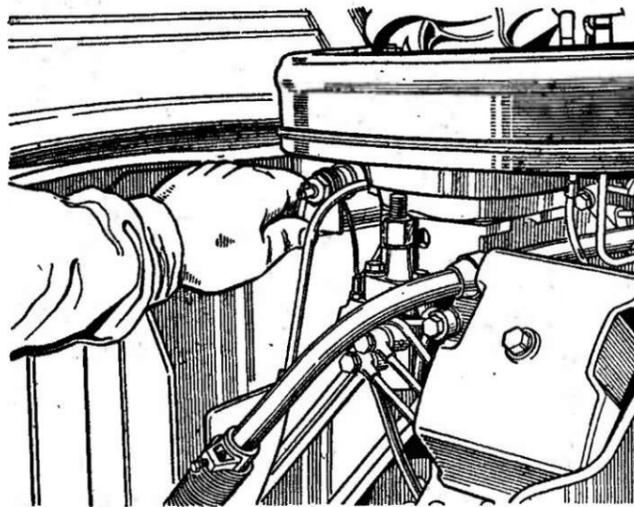

Рис. 173. Расположение выключателя для пуска двигателя при поднятой кабине
**Пуск двигателя при поднятой кабине** осуществляется выключателем (рис. 173), установленным под опорой рычага переключения передач. Подготовку к пуску проводите в соответствии с рекомендациями, изложенными выше.